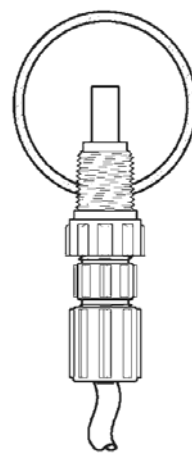

图 6
- 如果注入点的稀释不是很快进行，则会导致管道腐蚀。这个问题很容易避免，只要遵守下面这一简单规则：安装注入接头，使其端部伸入涉及管路的液流中央。根据需要修整注入器顶端。见图 6。注：可提供适用于大型水管线路的延长注入组件。如欲了解更多信息，请与供应商联系。